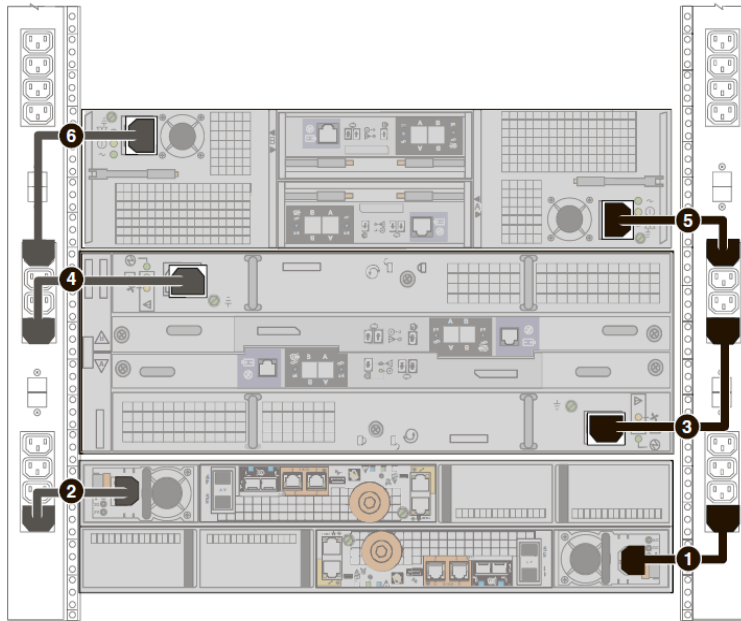

Рисунок 9. Кабели питания процессорной полки с дисками и дополнительных дисковых полок.
3. Подключите к процессорной полке с дисками предназначенные для нее кабели питания (кабели с номерами 1 и 2 на рис. 9).
5. Подключите питание к процессорной полке с дисками. Подключите свободные концы кабелей питания к блокам распределения питания. Подключите источник питания процессора СХД А (кабель с номером 1 на рис. 9) к блоку распределения питания А. Подключите источник питания процессора СХД В (кабель с номером 2 на рис. 9) к блоку распределения питания В.